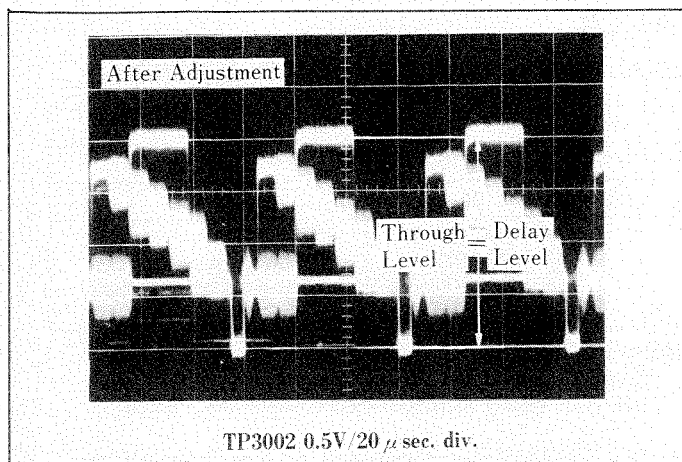

Fig. 26
- Jetzt VR3009 einstellen, bis der verzögerte Videopegel dem Wiedergebepegel, wie in Fig. 26 gezeigt, entspricht.